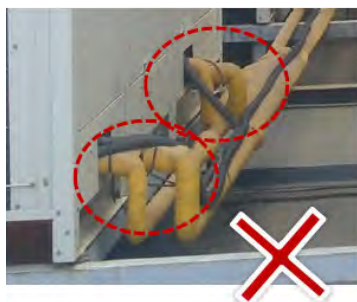

Рис.2.6
- Не устанавливайте на коротких участках трассы повороты 90° (рис.2.6)